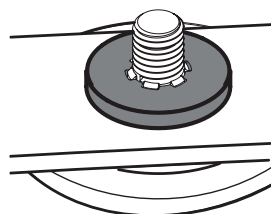

Fig. 65
2. Con cuidado coloque la arandela plana en el eje del husillo. Asegúrese de que las ranuras en la base de las roscas del eje de husillo se alineen con las ranuras de la arandela (Fig. 65).